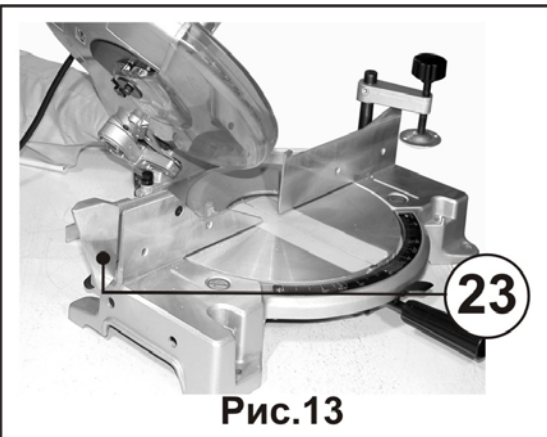

Рис.13
Однако при пилении с левым углом наклона вспомогательный упор (23) необходимо переместить в левое положение, как показано на рис. 13.
Положение пильного диска может меняться до 45° влево, только когда вспомогательный упор установлен в левое положение, как показано на Рис.13. Для установки угла наклона ослабьте ручку фиксации угла наклона (26) на задней части пилы. Наклоняйте пильный диск влево до положения, в котором указатель (27) остановится напротив выбранного вами угла наклона пильного диска. Крепко затяните ручку фиксации угла наклона (26).